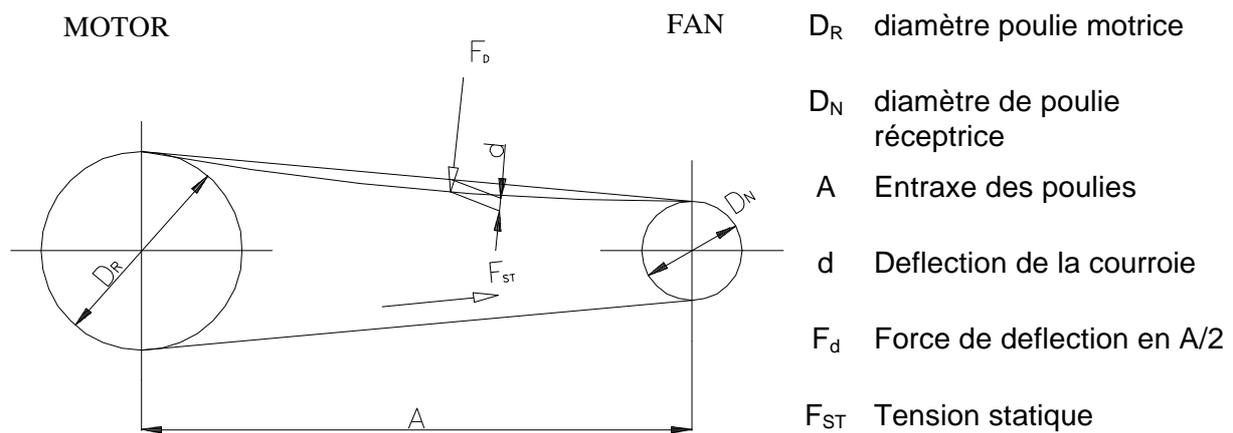

Fig. 2 - Contrôle de la tension des courroies
- La tension des courroies doit être réglée selon la Figure 2 ci après. Les valeurs minimum et maximum de la déflexion après montage des courroies sont indiquées dans la spécification technique de la transmission. Celle ci est placée avec le manuel technique de montage sur l'intérieur de la porte du caisson ventilateur. Les réglages indiqués sur cette feuille technique doivent être observés impérativement pour éviter une usure anormale des courroies et pour un rendement optimal de l'installation.